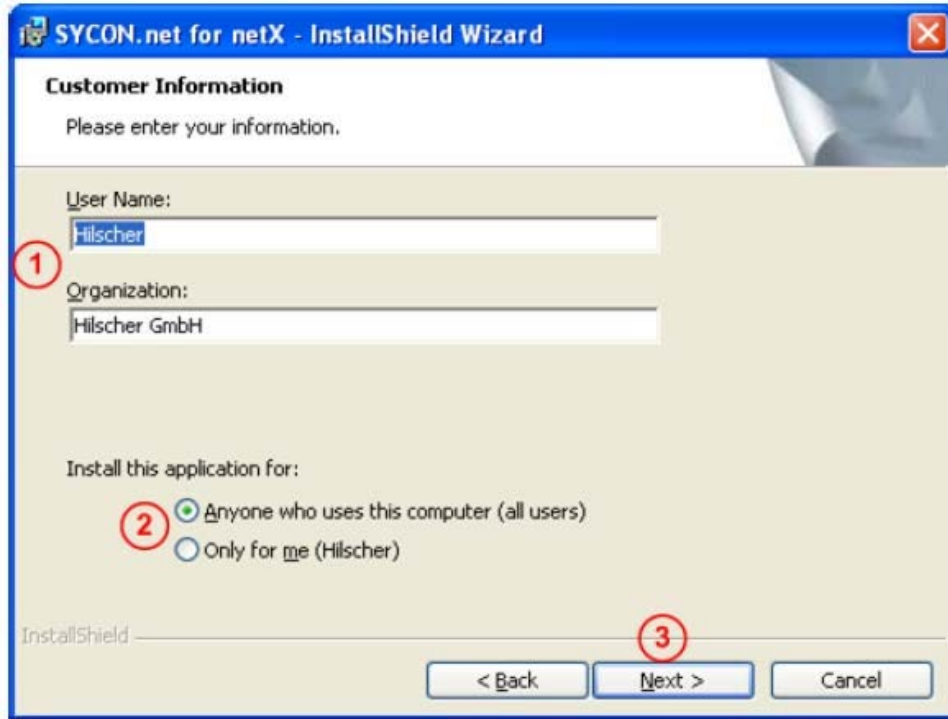

图 8
6) 填写用户名、公司名及软件使用者，单击 Next，进行下一步安装，如图8 所示：